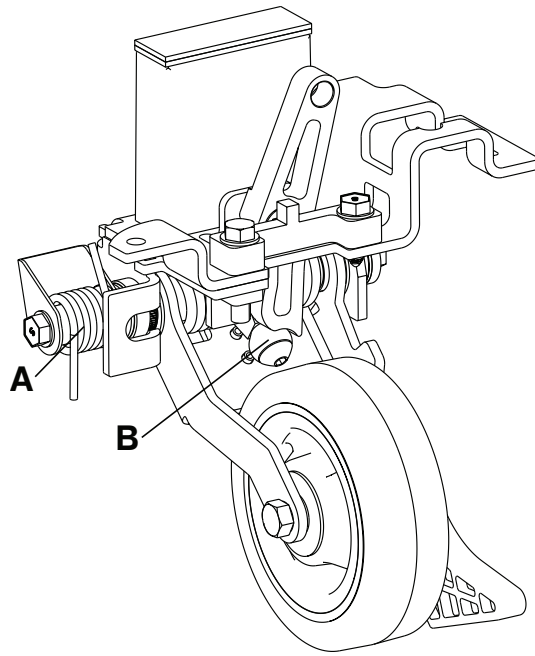

Figura 22 – Lubricación de la quinta rueda retráctil
3. Aplique grasa MPG-3 al muelle (A) y al rodillo (B) (Figura 22).